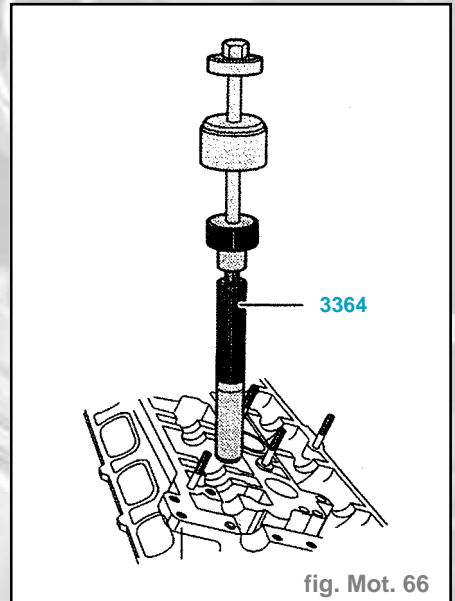

fig. Mot. 66
- Extraire les étanchements des tiges de soupapes avec **3364** (fig. Mot. 66).